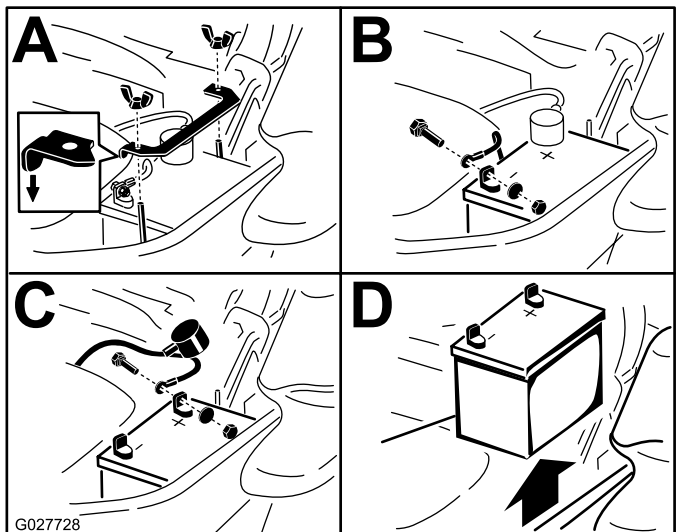

Figura 60
3. Retire la batería, según se muestra en Figura 60.
**Nota:** Coloque la batería en la bandeja, con los bornes frente al depósito de aceite hidráulico (Figura 60).